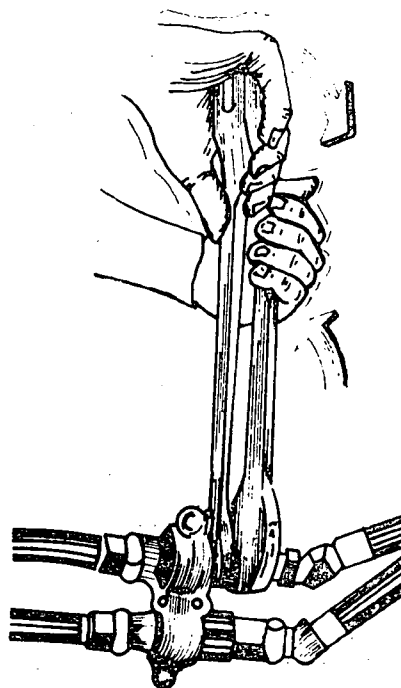

Fig. 3
- a Acople a rosca da mangueira na conexão de saída do óleo (fig. 3).